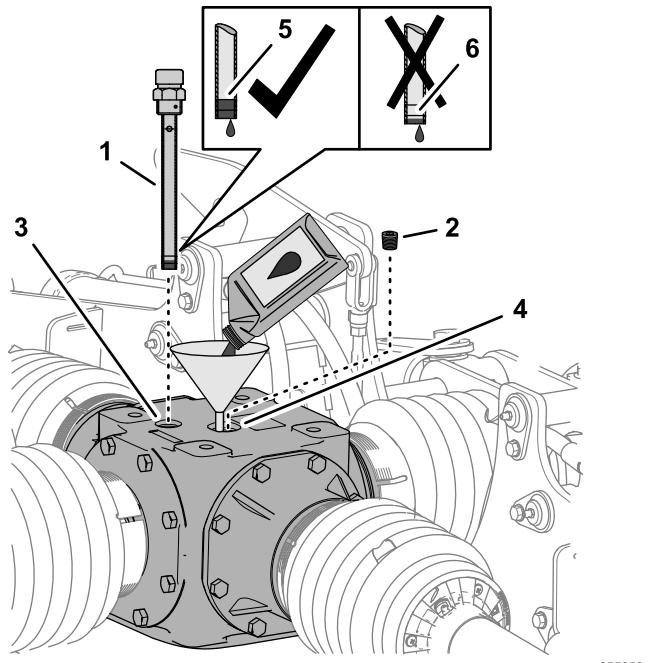

Figura 61
1. Retire la varilla del orificio en la parte superior de la caja de engranajes central y limpie la varilla (Figura 61).
2. Retire el tapón de llenado del orificio en la parte superior de la caja de engranajes (Figura 61).
3. Añada 2484 ml del lubricante de engranajes especificado en la caja de engranajes a través del orificio de llenado (Figura 61).
4. Enrosque la varilla en el orificio, retire la varilla y compruebe el nivel de lubricante (Figura 61).
6. Enrosque la varilla en el orificio de llenado y apriete la varilla (Figura 61).
7. Coloque el tapón de llenado en el orificio de llenado y apriete el tapón (Figura 61).